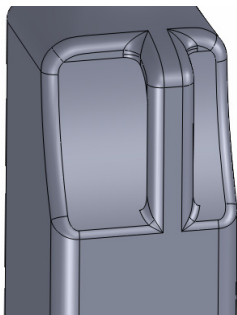

图 16-37 创建圆角特征
(13) 单击【圆角】按钮，弹出【圆角】属性管理器，设置【半径】为 0.2，依次选择模型对象中的手柄下部和壶体的交线，单击【确定】按钮，创建圆角特征，如图 16-37 所示。